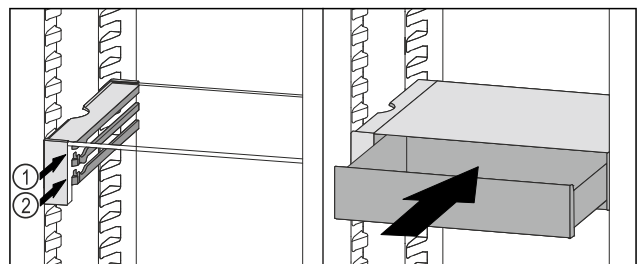

Fig. 129
- ▶ Встановити висувний ящик VarioSafe за стопорами на потрібне ребро Fig. 129 (1) або Fig. 129 (2).